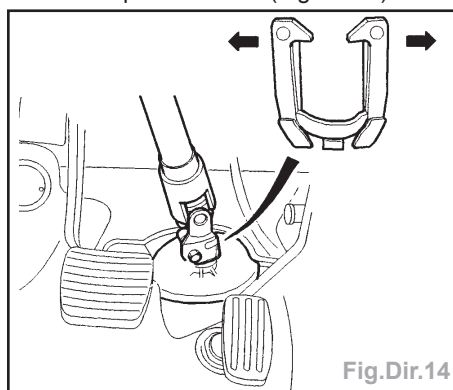

Fig.Dir.14
- Dégager le cardan de direction en écartant le clip de sécurité (Fig.Dir.14).